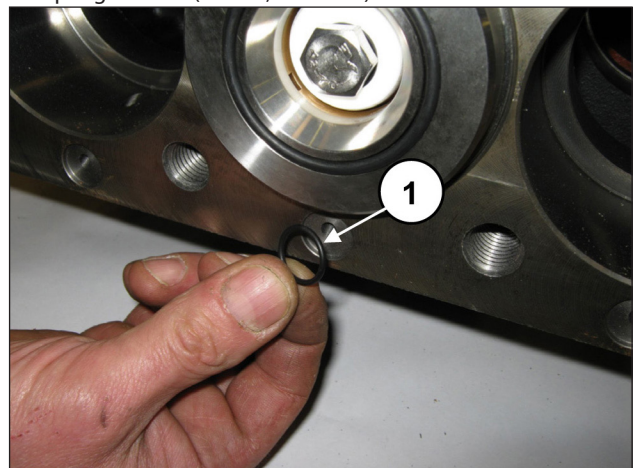

Abb. 128
Montieren Sie die 6 frontseitigen O-Ringe des Pumpengehäuses (Pos. ①, Abb. 128).